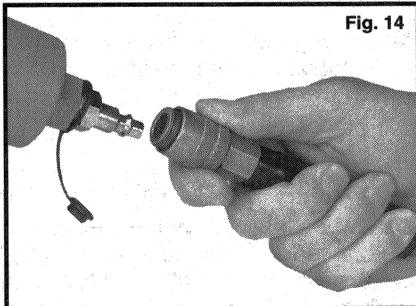

Fig. 14
1. Despues de leer y entender todo este manual, conecte la herramienta al aprovisionamiento de aire (vea la Fig. 14).